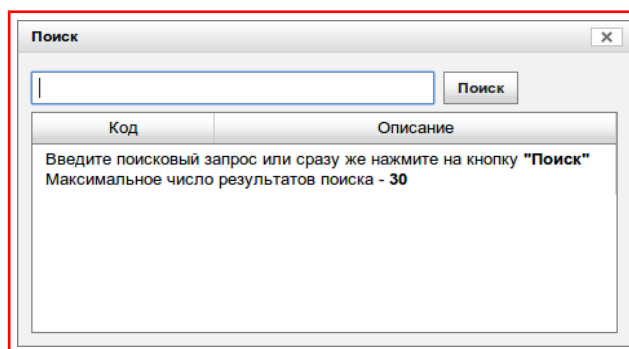

Рисунок 7.9 — Панель поиска группы
- для выбора группы, рисунок 7.9: